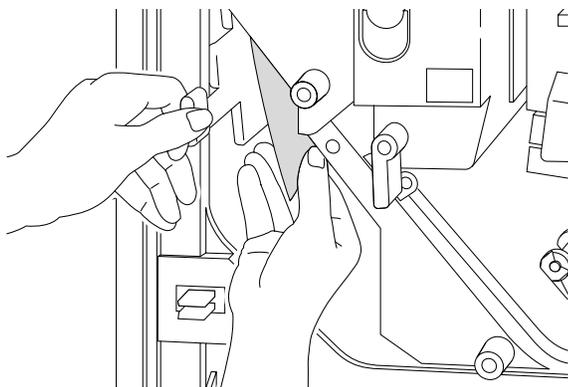

Figure 3-58 Retrait du papier coincé dans la zone du module d'impression inversée
4. Retirez le papier coincé comme illustré à la Figure 3-58.
1. Ouvrez la porte frontale et retirez les feuilles coincées dans la zone du module d'impression inversée, comme illustré à la Figure 3-58.